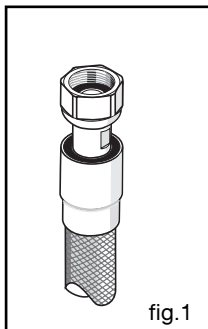

fig.1
- Pour les gaz distribués par une canalisation (gaz naturel), le raccordement s'effectue (fig. 1) :
- soit par tuyau flexible avec embouts mécaniques filetés (fig. 1).